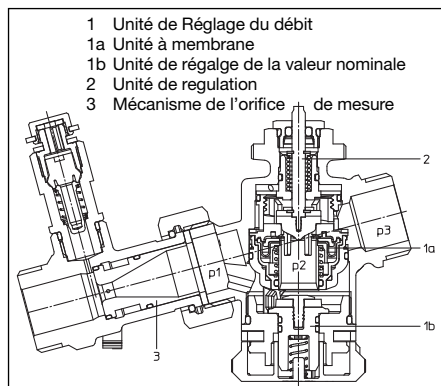
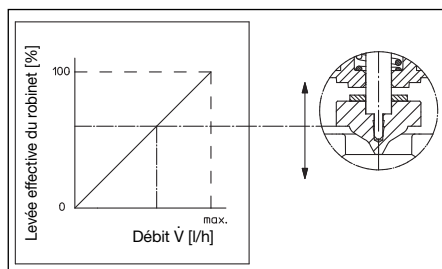
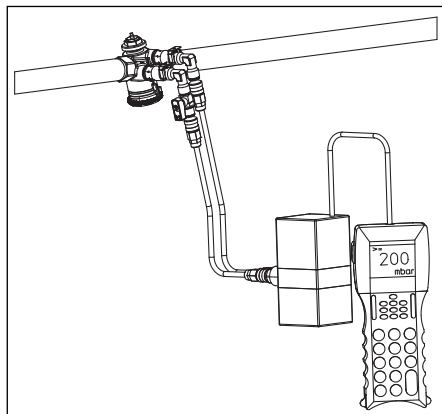

Fig. 5.2 Construction «Cocon QTZ» avec orifice de mesure
Fig. 5.4 Courbe de fonctionnement de l'unité de régulation de «Cocon Q»
Fig. 5.5 Mesure de la pression différentielle
L'appareil de mesure «OV-DMC 2» peut être raccordé grâce aux prises de pression de l'orifice de mesure ce qui permet de déterminer le débit. De plus l'«OV-DMC 2» peut être raccordé aux prises de pression du «Cocon QTZ» pour vérifier si le robinet fonctionne dans sa plage de réglage. La mesure de la pression différentielle permet d'optimiser le réglage du circulateur (fig. 5.5).
Avec l'appareil de mesure (par ex. «OV-DMC 2») (fig. 5.5) raccordé, la pression différentielle est mesurée à travers l'unité de réglage du débit (pos. 1, fig. 5.2/5.3). Le robinet de réglage doit être complètement ouvert (dévisser les capuchons de protection ou mettre le moteur en position ouverte). Dès que la pression différentielle mesurée est égale ou supérieure à la pression différentielle Δp_M , le robinet fonctionne dans la plage de réglage.
A l'aide de l'unité à membrane intégrée (pos. 1a, fig. 5.2/5.3), le robinet «Cocon QTZ» maintient la pression différentielle p_2 - p_3 à une valeur constante non seulement à travers l'unité de régulation commandée par le moteur (pos. 2, fig. 5.2/5.3) mais aussi à travers l'unité de réglage de la valeur nominale réglable sur une valeur de débit maximale (pos. 3, ifig. 5.2/5.3).
Le courbe de fonctionnement de l'unité de régulation (pos. 2, fig. 5.2/5.3) est presque linéaire (fig. 5.4).
Le débit est mesuré à l'orifice de mesure à l'aide d'un l'appareil de mesure (par ex. «OV-DMC 2»). Chaque modèle est livré avec deux mécanismes, le plus grand est monté dans l'orifice de mesure (pos. 3, fig. 5.2).